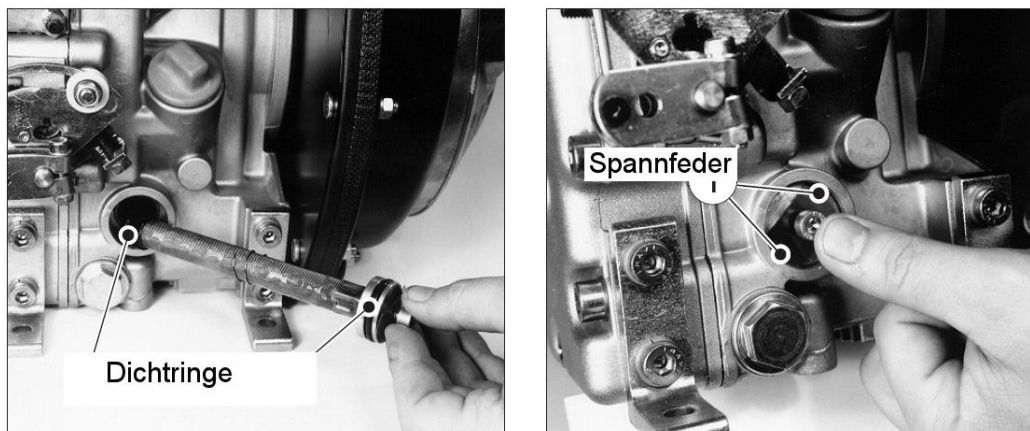

Bild 2-9 Wiedereinbau Ölfilter
3. Kontrollieren Sie die Dichtringe (Bild 2-9). Tauschen Sie diese notfalls aus.
5. Schieben Sie den Filter bis zum Anschlag. Vergewissern Sie sich, dass die Spannfedern (Bild 2-9) direkt auf dem Filter sitzen, bevor Sie die Schraube festziehen.